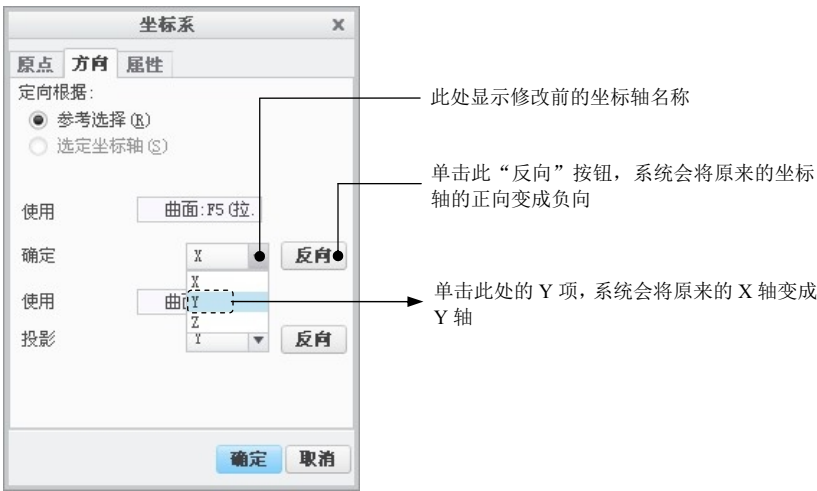

图 5.19.32 “坐标系”对话框
Step4. 修改坐标轴的位置和方向。在图 5.19.32 所示的“坐标系”对话框中，打开 **方向** 选项卡，在该选项卡的界面中可以修改坐标轴的位置和方向，操作方法参见图 5.19.32 中的说明。